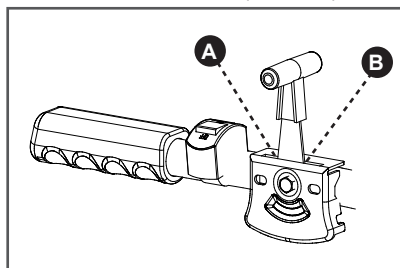

Рис. 29 Положения рычага газа
5. Переведите рычаг газа на 1/3 хода в сторону положения максимальных оборотов двигателя (Рис. 29)
5. Переведите рычаг газа в положение «В» максимальных оборотов двигателя (Рис. 29).
7. Для изменения скорости движения мотоблока на каждой передаче пользуйтесь рычагом газа (Рис. 29).